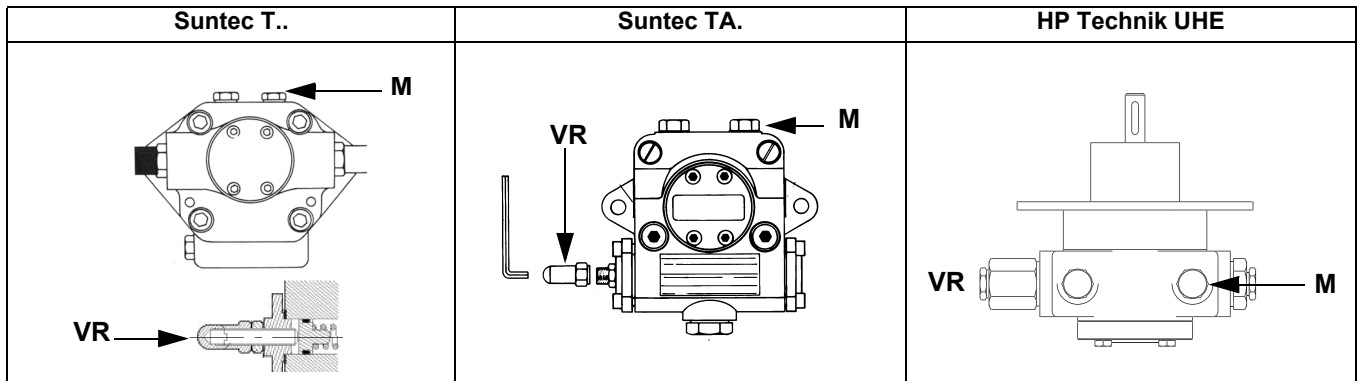
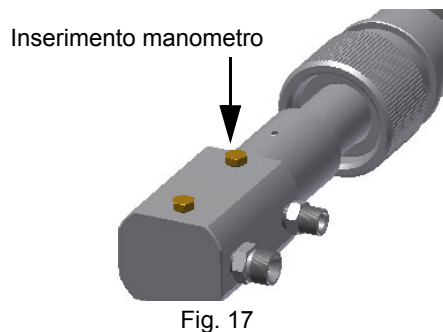

Fig. 16
Fig. 17
- 3 sfiatare l'aria dall'attacco (**M**) manometro della pompa (Fig. 16), allentando leggermente il tappo, senza toglierlo; quindi rilasciare il contattore.
- 5 Solo se necessario, regolare la pressione di alimentazione (vedi relativo paragrafo) nel modo seguente: inserire un manometro nella posizione indicata in Fig. 17 agire sulla vite di regolazione **VR** della pompa (vedi Fig. 16) fino ad ottenere una pressione all'ugello pari a 20 bar (ugelli Monarch o ugelli Bergonzo - vedere grafici a pag. 45);